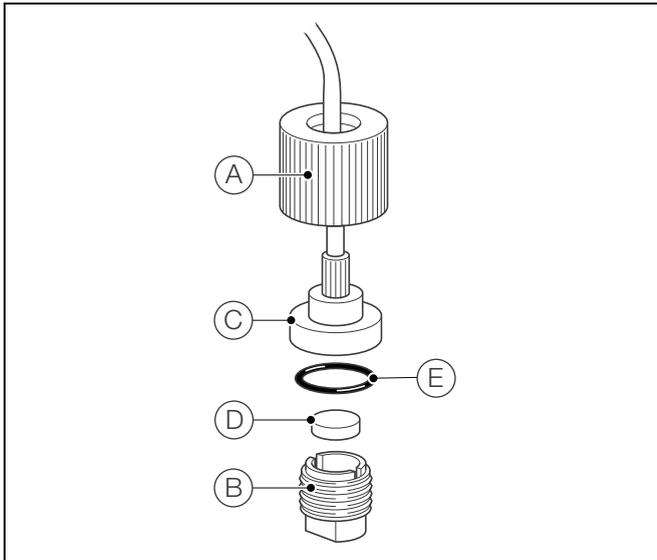

Abb. 8.2 Probenfilteraustausch
3. Erläuterungen zu Abb. 8.2:
- a. Entfernen Sie die Kappe (A) von der Filterhalterung (B).
**Hinweis:** Belassen Sie die Probenleitung am Anschluss (C).
- b. Entfernen Sie den Filter (D) mit einem geeigneten Werkzeug von der Filterhalterung (B).
- d. Befeuchten Sie den O-Ring (E) mit entmineralisiertem Wasser, und bauen Sie die Kappe (A) wieder in die Filterhalterung (B) ein.